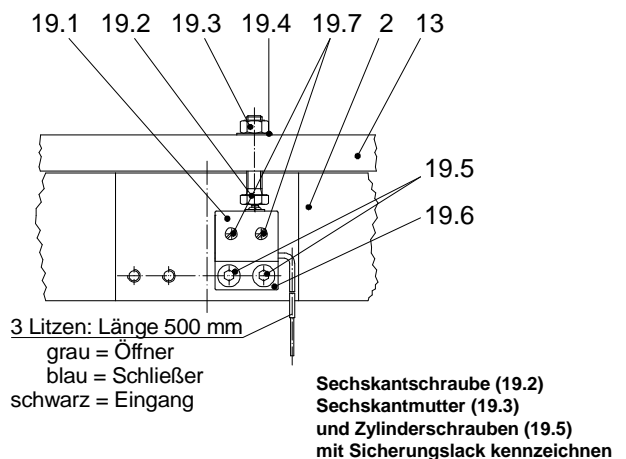

Bild 7 (Größe 60 – 125)
Bild 7 und 8
Montage (werkseitig Bild 7 und 8)
1. Sechskantschraube (19.2) am Gewindeanfang mit LOCTITE 243 bestreichen und bis zur Schraubenkopfanlage in die Ankerscheibe (13) eindrehen. Schraubenkopf zeigt in Richtung Bremsenkörper (2).
4. Adapterplatte (19.6) mit zwei Zylinderschrauben (19.5) (M4 x 8 – DIN 912) an Bremsenkörper (2) verschleißüberwachungsseitig (Bild 7) anschrauben. (mit LOCTITE 243 sichern).
5. Bremse an Maschinenwand (12) bzw. Montagevorrichtung mit Nennanzugmoment anschrauben, **dabei Messstreifen "Z" nach Tabelle 8 zwischen alle Distanzbolzen (7) und Maschinenwand (12) bzw. Montagevorrichtung unterlegen.**
((Pos.19.1) Bild 7 und 8 werkseitig):
mit Fühlerlehre (Bild 7 und 8) werkseitig: